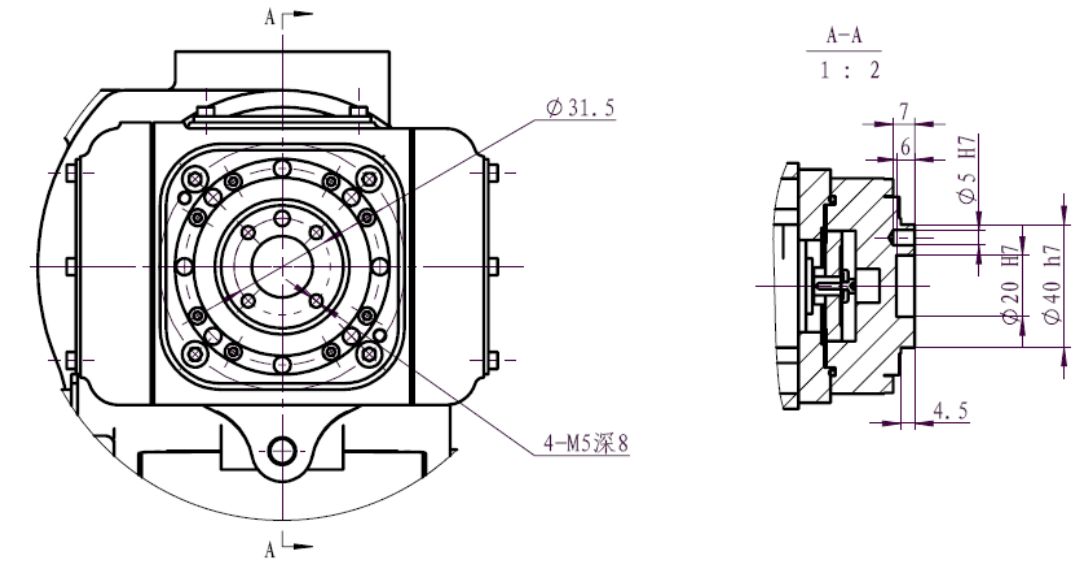
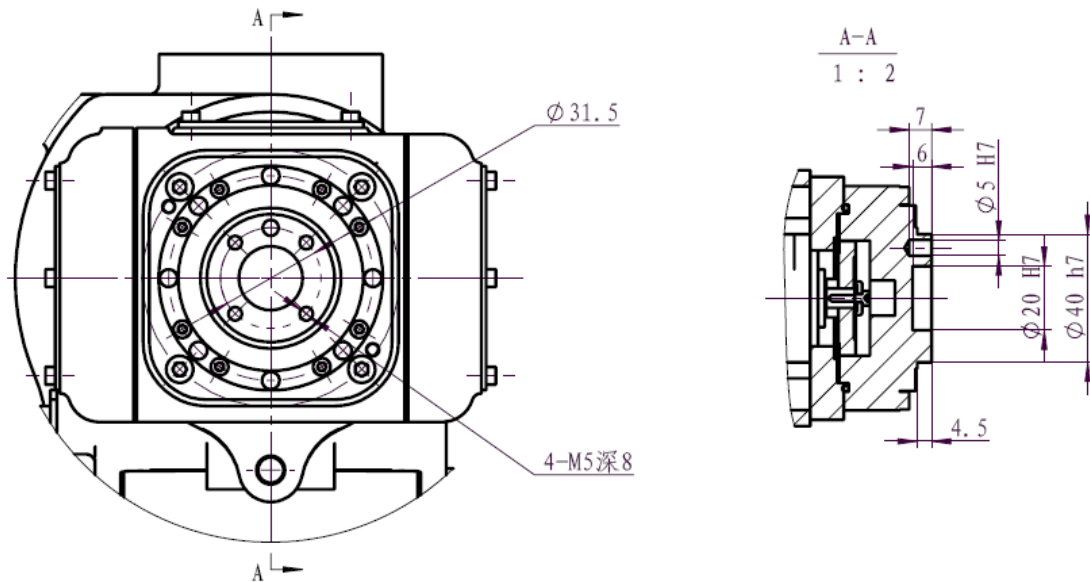

图 3-8 SA1400 工具法兰安装尺寸图
图 3-9 SA1800 工具法兰安装尺寸图
4. SA1400 工具法兰安装尺寸如图 3-8 所示。SA1800 工具法兰安装尺寸如图 3-9 所示。